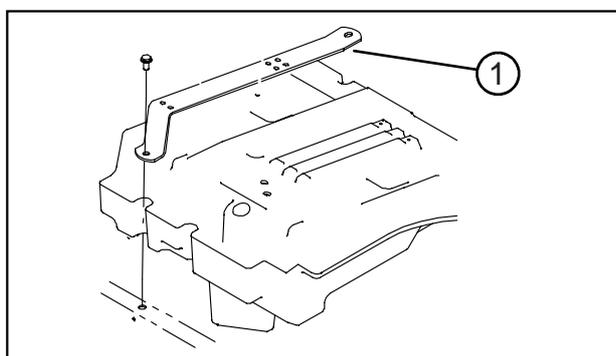

図 4
運転席を取り付ける（図4～7）
- 機体にシート・ストラップを固定しているキャップスクリュを外す（図4）。